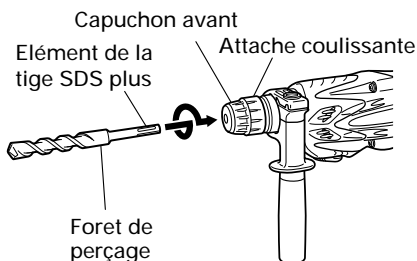
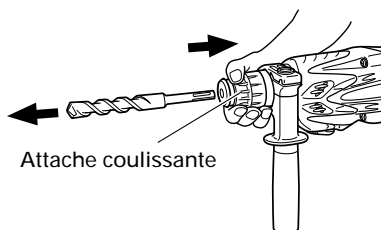

Fig. 2
Fig. 3
## 6. Montage du foret de perçage (Fig. 2)
- (1) Nettoyer la section de la queue du foret.
- (2) Insérer le foret en le tournant dans le porte-outil jusqu'à ce qu'il se verrouille (Fig. 2).
- (3) Vérifier que le foret est bien verrouillé en tirant dessus.
- (4) Pour retirer le foret de perçage, tirer complètement l'attache coulissante dans le sens de la flèche et sortir le foret (Fig. 3).